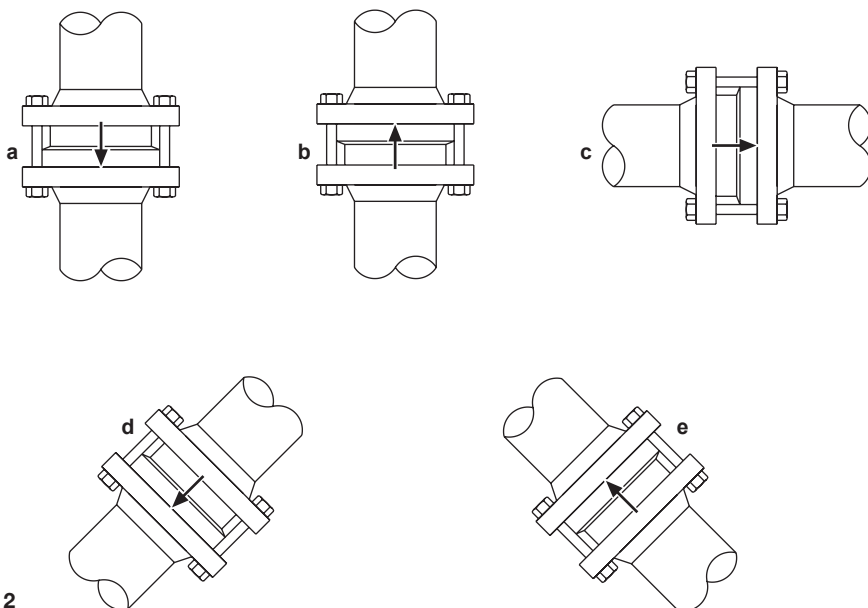

图 2
- 3.3** 碟片式止回阀安装于两个管道法兰之间 (见图2)。标准垫片, 长螺栓或螺柱用于阀门两边。注: 法兰, 螺栓 (或螺柱), 螺纹或接口垫片, 由安装人员提供。通常用力拧紧法兰螺栓时, 按对角次序拧紧。